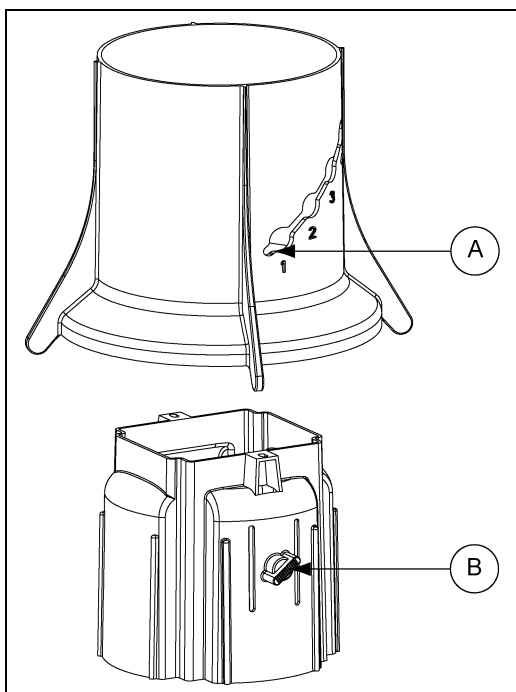

Рисунок 4G
1. Соберите регулятор уровня корма и уровень корма, совместив кнопку регулятора уровня корма (В) с регулировочным отверстием уровня корма (А), как показано на Рисунок 4G.